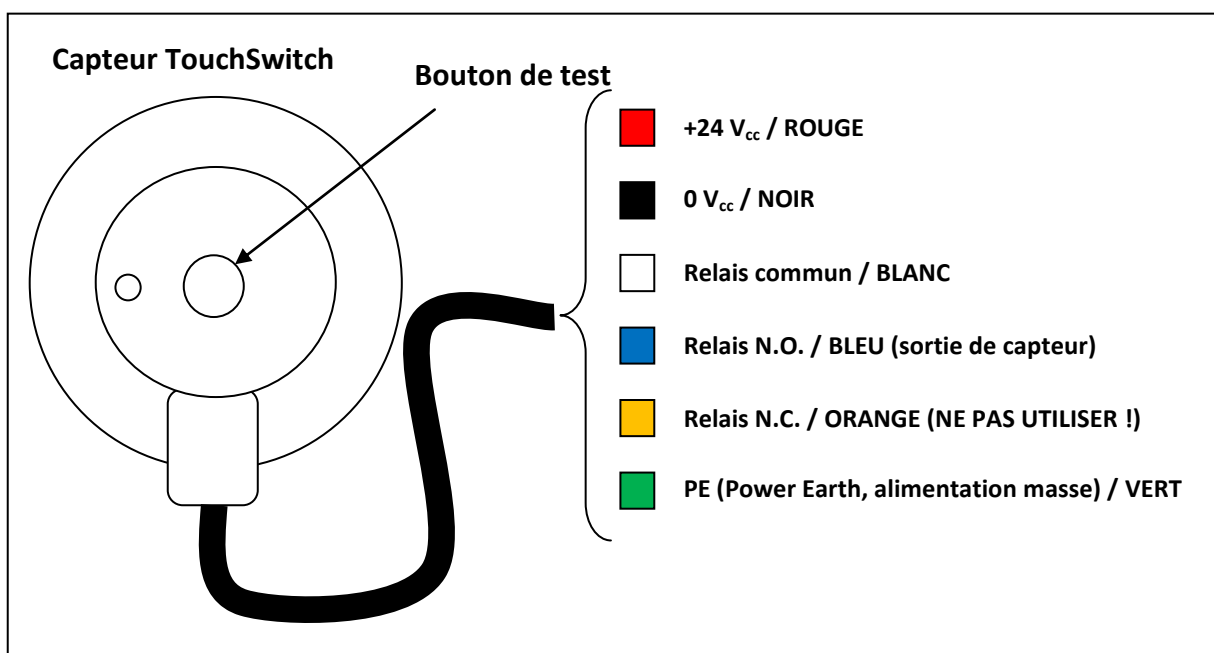

Figure 7 – Raccordement électrique des capteurs TouchSwitch™
- 2) Tourner le bouton de test lentement à la main (voir Figure 7) en sens horaire, jusqu'à ce que la DEL s'éteigne.